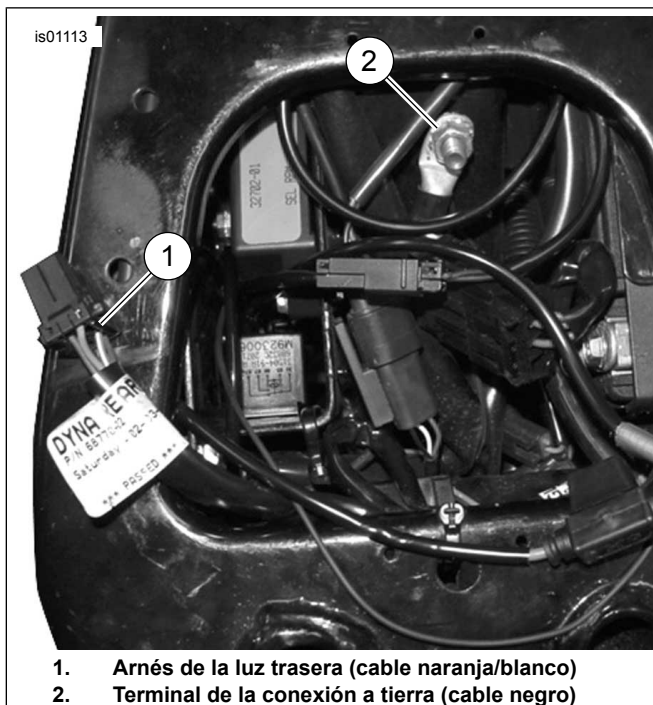

Figura 2. Conexiones de alimentación y a tierra (modelos Dyna)
3. Ver Figura 2 . Corte el cable negro en el arnés de cables de la empuñadura con calefacción para alcanzar fácilmente la ubicación de la conexión a tierra, y engarce el terminal de anillo al extremo del cable, según las instrucciones de la herramienta para engarzar Packard en el apéndice del Manual de servicio.
- Ver Figura 2. Cuidadosamente corte y abra un área de la envoltura del arnés principal dentro de la cubierta lateral, en un punto accesible y corte un cable de alimentación del arnés principal naranja/blanco.